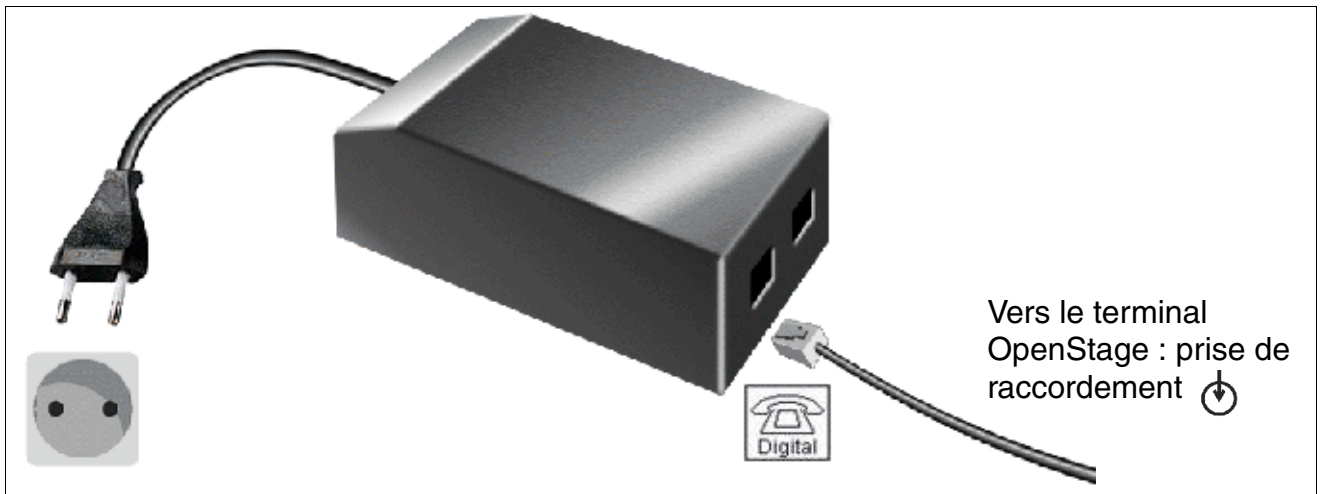

Figure 10-18 OpenStage (CorNet-IP) – Raccordement du bloc-secteur externe
| | 1 x OpenStage BLF | oui, pour OpenStage BLF | <ul style="list-style-type: none"> OpenStage BLF jusqu'à la version matérielle S30817-S7406-A101-7/- A103-2 y compris : le raccordement du bloc-secteur externe se fait directement sur le BLF. Important : le bloc-secteur utilisé pour l'alimentation ne doit être utilisé que dans ce but. Il est interdit d'alimenter un autre terminal ou appareil par la prise encore libre du bloc-secteur et cela pourrait détruire l'OpenStage BLF. OpenStage BLF à partir de la version matérielle S30817-S7406-A101-8/ - A103-3 : le raccordement du bloc-secteur externe se fait sur le terminal (voir figure 10-18). |
| | 1 x OpenStage BLF | oui, pour OpenStage BLF | <ul style="list-style-type: none"> OpenStage BLF jusqu'à la version matérielle S30817-S7406-A101-7/- A103-2 y compris : le raccordement du bloc-secteur externe se fait directement sur le BLF. Important : le bloc-secteur utilisé pour l'alimentation ne doit être utilisé que dans ce but. Il est interdit d'alimenter un autre terminal ou appareil par la prise encore libre du bloc-secteur et cela pourrait détruire l'OpenStage BLF. OpenStage BLF à partir de la version matérielle S30817-S7406-A101-8/- A103-3 : le raccordement du bloc-secteur externe se fait sur le terminal (voir figure 10-18). |
| | 2 x OpenStage Key Module | oui | Le raccordement du bloc-secteur externe se fait sur le terminal (voir figure 10-18) |
- OpenStage BLF à partir de la version matérielle S30817-S7406-A101-8/- A103-3 : l'alimentation d'OpenStage BLF se fait par le terminal correspondant. Pour cela, il faut raccorder le bloc-secteur (figure 10-18 pour la variante de raccordement CorNet-IP) au terminal.